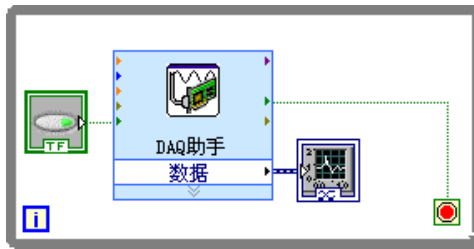

图 4-2 读取电压 VI 的程序框图
7. 单击**是**按钮。LabVIEW 可在程序框图上放置 While 循环，“DAQ 助手 ” Express VI 和图形显示控件位于循环内。While 循环的停止按钮与 “DAQ 助手 ” Express VI 的**停止**输入端相连。Express VI 的**已停止**输出端与 While 循环的条件接线端相连。程序框图如图 4-2 所示。